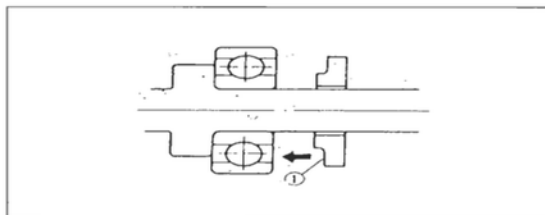
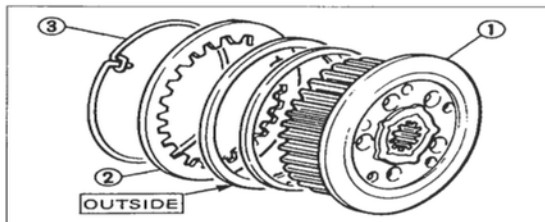

Bild 103
Bild 104
- Anfaufscheibe mit Absatz so an Hauptwelle anbringen, dass Absatz zum Lager weist (Bild 103).
- Kupplungskorb ⑩ auf Hauptwelle aufsetzen und Distanzhülse und Nadellager gefettet einschieben. Es folgen Scheibe und Kupplungsnahe ⑦. Neues Sicherungsblech auflegen und Kupplungsnahe mit Universalkupplungshalter gegenhalten.
- Federsitz, Feder und Drahtsicherung wie Bild 104 gezeigt anbringen.